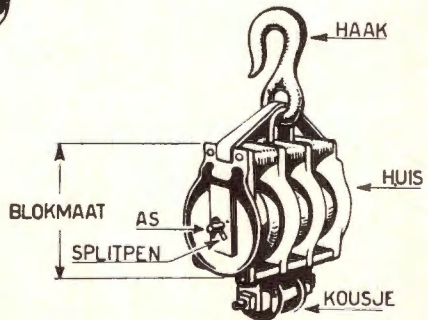

fig. 3
fig. 3 avegaar
- drieschijfsblokken, fig. 3
fig. 3 opslag